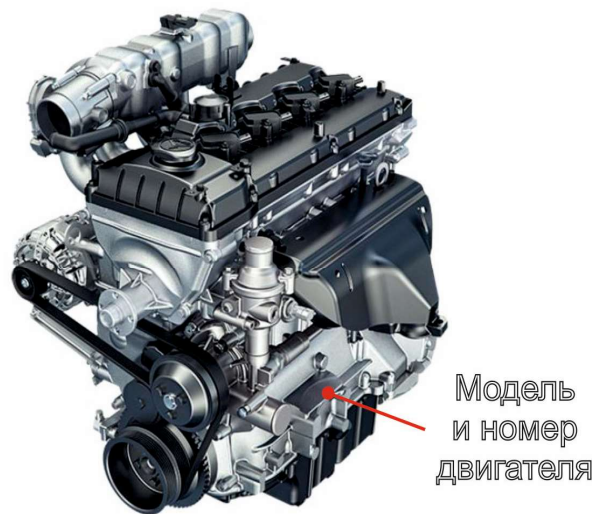

Рис. 4.5
**Модель и номер** бензиновых двигателей ЗМЗ-40905.10, ЗМЗ-409051.10 и ЗМЗ-409052.10 выбиты с левой стороны на отливке блока цилиндров в районе боковой опоры двигателя (рис. 4.5). Например: «ХТТ0409051L3001234».